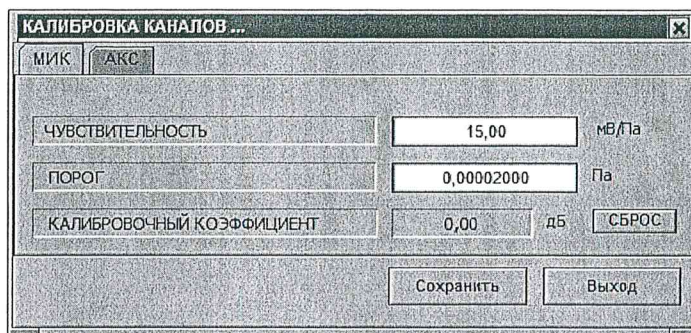

Рисунок 26 – Вид экранной формы «КАЛИБРОВКА» при работе с каналом «МИК»
7.13.5.5 При выборе канала «МИК» на монитор «выводится» экранная форма, приведенная на рис. 26.